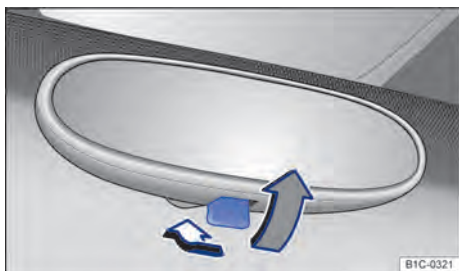

Fig. 84 Espelho retrovisor interno com antiofusco manual.
- Para evitar o ofuscamento, puxar a alavanca para trás ⇒ Fig. 84.